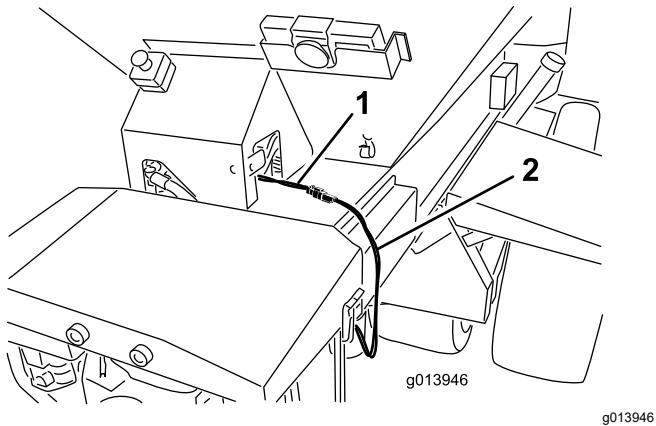
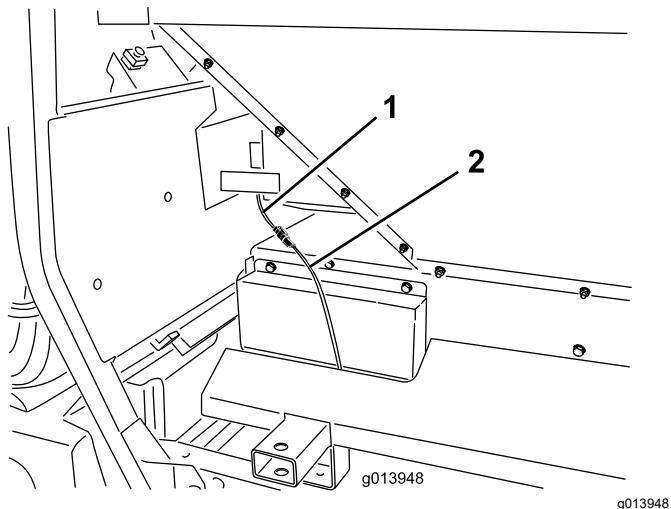

Рисунок 18
Рисунок 19
- Подключите промежуточный жгут проводов к разъему для подключения жгута проводов питания машины (Рисунок 18 или Рисунок 19).